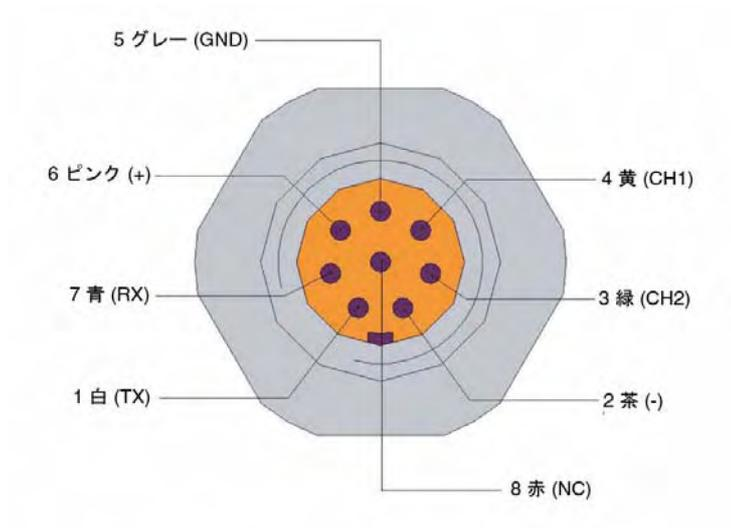

図 26 M12 (8 ピン) コネクタの配線
- シリアルケーブルを M12 コネクタに接続します。M12 コネクタの配線は、70 ページの図 26 で説明しています。シリアルケーブルを介して気圧計の動作電力 (10 ~ 35VDC) を供給する必要があることにも注意してください。